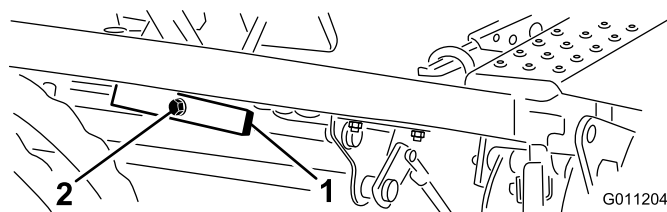

Figura 43
1. Afloje la tuerca de la parte trasera del pivote de elevación (Figura 43).
2. Gire el tornillo excéntrico (Figura 43) para elevar o bajar el muelle del pivote de elevación, nivelando el pivote de elevación y los pedales.